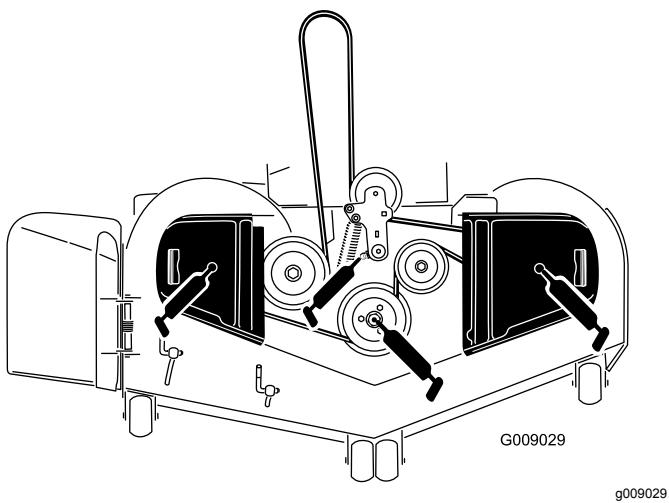

Figura 48
3. Ingrassate il perno orientabile della puleggia tendicinghia del piatto di taglio fino a quando il grasso non fuoriesce dalla parte inferiore (Figura 48).
4. Se la vostra macchina è dotata di fuselli ingassabili, ingassate i 3 cuscinetti dei fuselli fino a quando il grasso non fuoriesce dalle tenute inferiori (Figura 48).